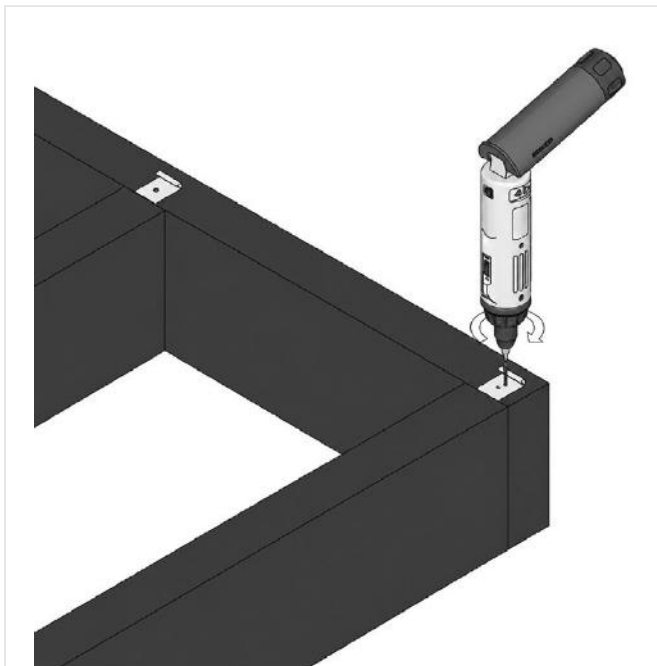

FIG. 17 – RANDDIELE – STARTCLIPS AM ÄUSSEREN BALKEN
- 02 Befestigen Sie Startclips am äußeren Balken (fig. 17) in Abständen von 300 mm.